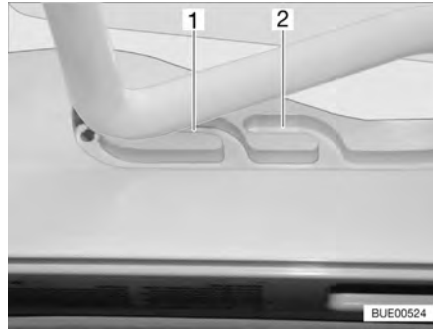
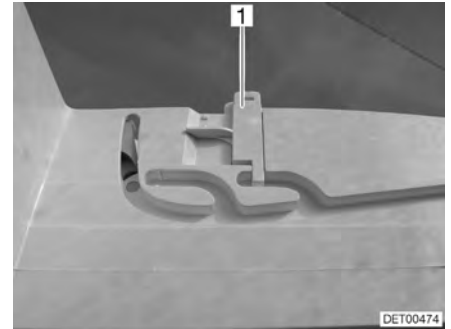

Bild 66 Heki-takluckan i ventilationsläge
Bild 67 Lås ventilationsläge
Heki-takluckan kan ställas i två ventilationslägen: Läget för dåligt väder (Bild 66,1) och mittläget (Bild 66,2). Beroende på modell kan takluckan låsas i mittläget med spärren (Bild 67,1).
- Tryck bygel lätt uppåt och skjut in den i det valda spåret (Bild 66,1 eller 2) och lås eventuellt.